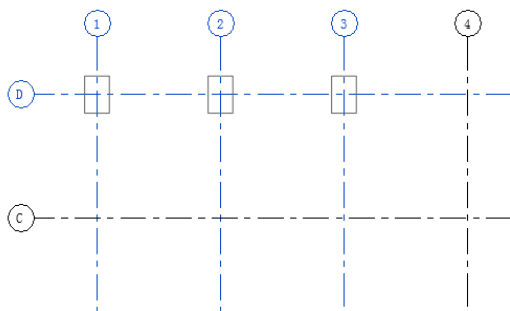

图 10-22 选择轴线
- (3) 在“属性”选项板中选择独立基础类型。
- (4) 按住 Ctrl 键选择轴线，在轴线的交点处放置独立基础，如图 10-22 所示。